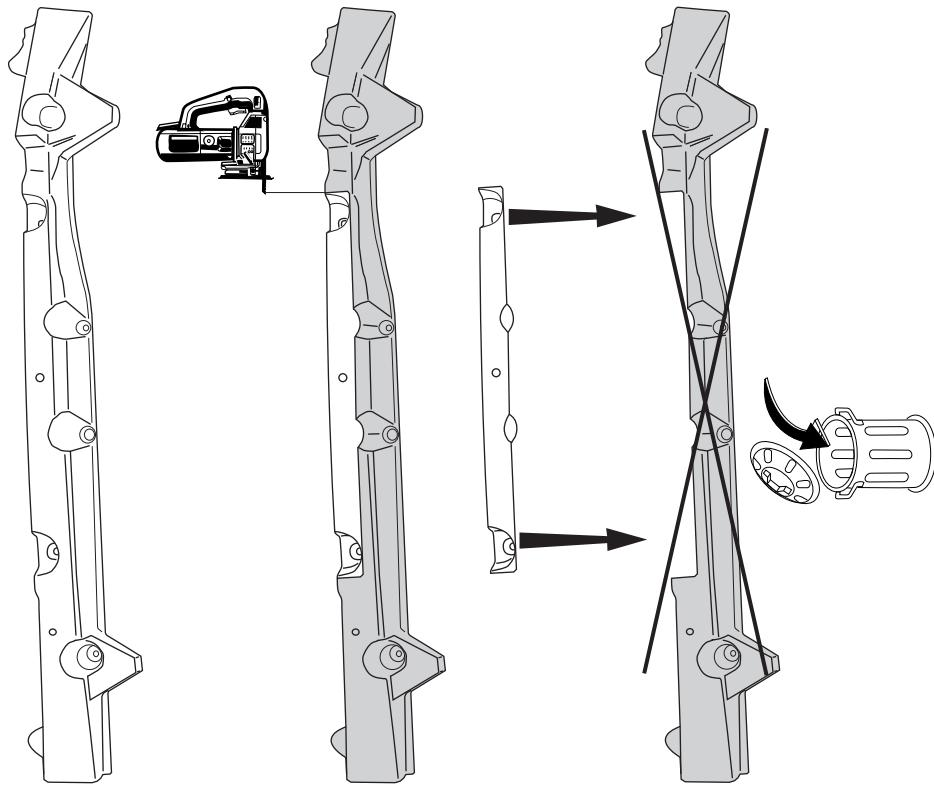

Fig.2
**(Fusion):** Sav en del ud af kofangerenstykket midt på undersiden jf. fig 2.